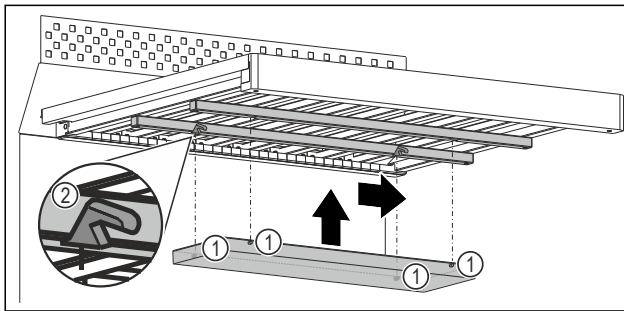

Fig. 110 Immagine a titolo di esempio
- Inserire ogni perno Fig. 110 (1) nell'incavo Fig. 110 (2) corrispondente delle barre sotto la griglia di legno.